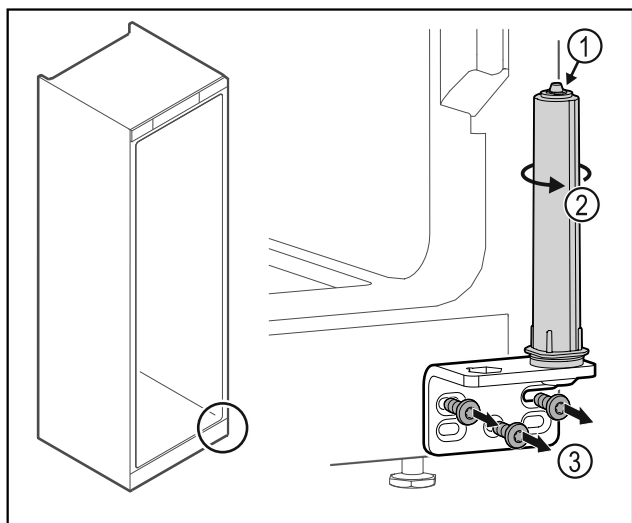

Fig. 50
- Deursluitsysteem Fig. 50 (1) niet uit elkaar halen.
- Sluitsysteem Fig. 50 (2) draaien tot het klikt.
- Scharnierhoek Fig. 50 (3) losschroeven.